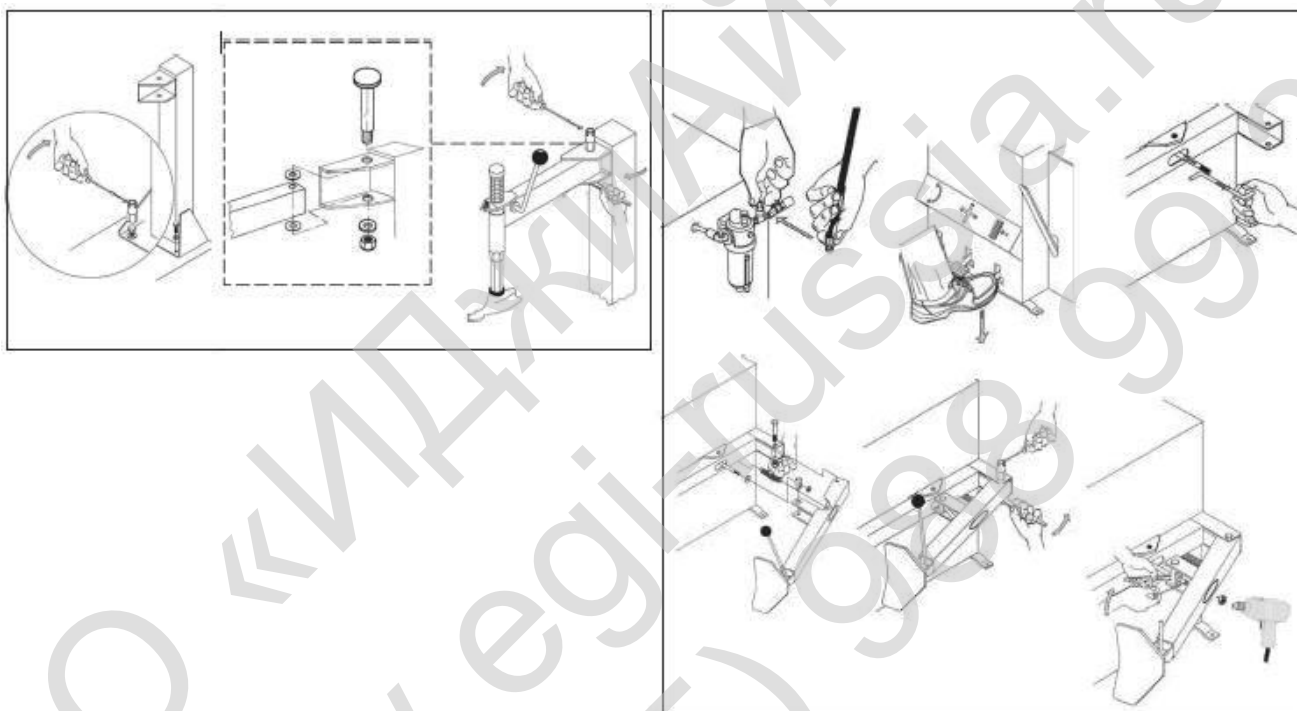

Рисунок 5
2. Выньте шесть болтов, предназначенных для крепления демонстрационной колонны, из отверстий корпуса, установите демонстрационную колонну, закрутите болты обратно (Рис.5).
5. Соедините поворотный рычаг с демонстрационной колонной с помощью шарнирного пальца, закрепленного гайками и шайбами (Рис.5).
6. Присоедините воздушную магистраль компрессора к штуцеру стенда (Рис.5).
7. Установите рычаг прижимной лопатки (Рис.5) следующим образом:
- Затяните болт рычага отжимной лопатки (Рис.5).
- Затяните обе гайки (Рис.5).